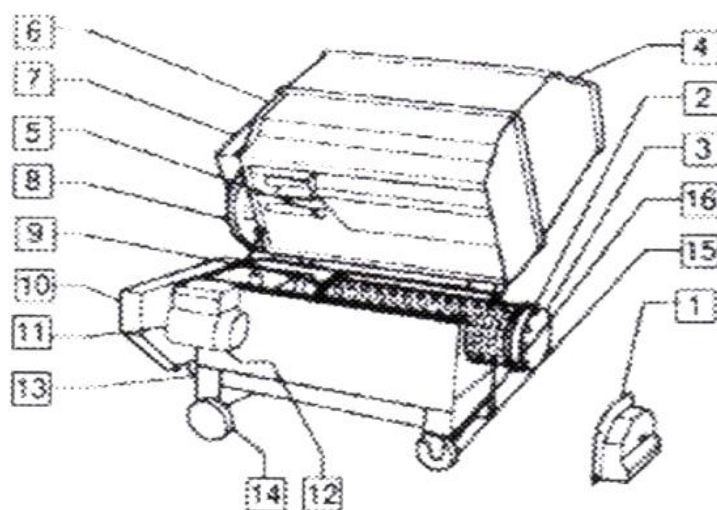

Рис. 3
- Защитные крышки (Рис. 3 позиции 7 и 10) предотвращают от случайного контакта с движущимися частями или попадание в них частей одежды.
- Защитная крышка на место выброса гребней винограда (Рис. 3 позиция 1).
- Верхняя защитная часть или короб (Рис.3 позиция 4) допускает ограниченный доступ в рабочую область только для оператора.
- Хорошо закрепленные скобы (Рис.3 позиция 16) обеспечивают устойчивость машины во время работы.
- Кнопка аварийной остановки (Рис.3 позиция 11) позволяет вам быстро остановить машину в случае возникновения опасной ситуации.
Убедитесь, что, после установки на ровный пол, машина стоит устойчиво. Затем зафиксируйте передние колеса, используя специальные зажимы (Рис. 3 позиция 16). В зависимости от типа подключения к электросети, оператор запускает электромотор следующим образом:
- снимите нижний защитный кожух (рис. 3 позиция 10) и убедитесь в правильном натяжении ремня. Если необходимо, исправьте натяжение с помощью регулировочного винта под полкой опоры электродвигателя (рис. 3 позиция 12).
- снимите нижний защитный кожух (Рис. 3 позиция 10);